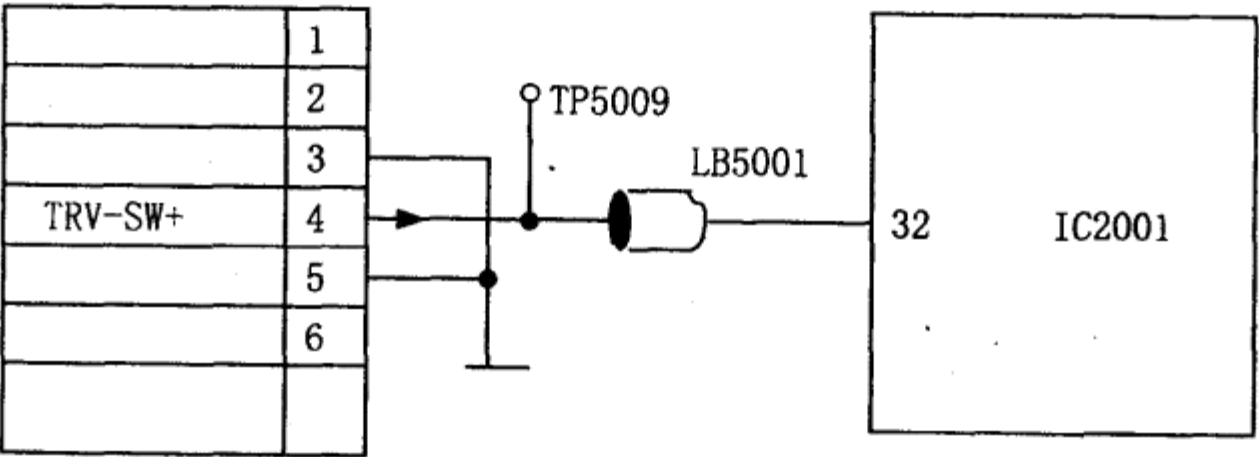

图 4
分析检修:打开机盖,开机,观察载片托盘到位后,激光头物镜快速径向移到光盘中央导入区零轨,但此时进给电机仍在转个不停。啮合齿轮相互摩擦错位,发出“喀喀”打齿声。斜视激光头物镜中心无红色光点,物镜也不作上下搜索聚焦。激光二极管点亮,激光头物镜上下搜索聚焦的两个条件是:载片托盘入仓到位、由托盘到位检测开关IN-SW确认;激光头位于光盘中心导入区零轨,由激光头到位检测开关ST-SW确认。显然,第1个条件成立激光头才会移动,但激光头回中后进给电机不停下来,一定是激光头回中到位信息未能传送到IC2001第⑫脚,激光头回中到位信息示意图,如图4所示。在激光头回中后人为将IC2001第⑫脚短路,进给电机立即停止转动,激光头物镜内射出红光,物镜开始上下聚焦搜索……这就证实故障在ST-SW开关或信号传送通道。